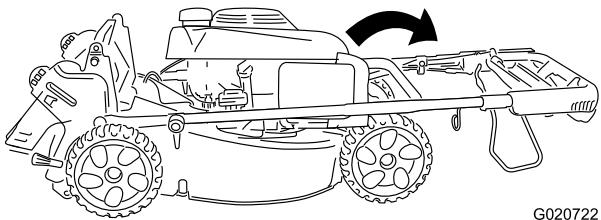

Bild 4
2. Schieben Sie den oberen Bügel vorsichtig nach vorne, bis die Bügelhälfte ausgerichtet sind und eng anliegen, wie in Bild 4 dargestellt.